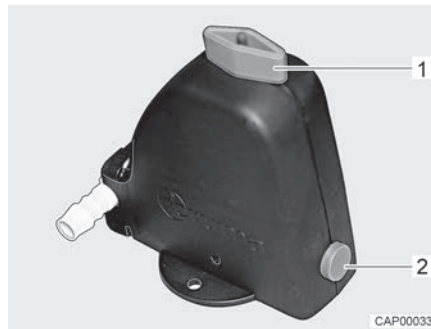
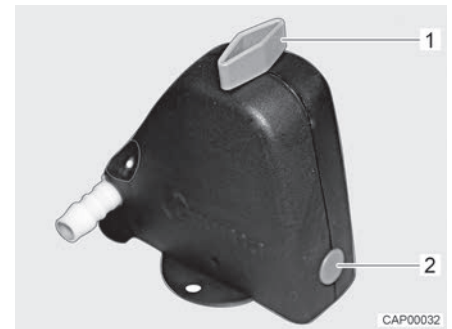

Bild 110 Säkerhets-/avtappningsventil öppen
Bild 111 Säkerhets-/avtappningsventil stängd
- Stäng säkerhets-/avtappningsventilen. Ställ vredet (Bild 110,1) diagonalt mot säkerhets-/avtappningsventilen och tryck in tryckknappen (Bild 110,2). Den stängda säkerhets-/avtappningsventilen visas i Bild 111. Vid temperaturer lägre än 6 °C kan säkerhets-/avtappningsventilen inte stängas.